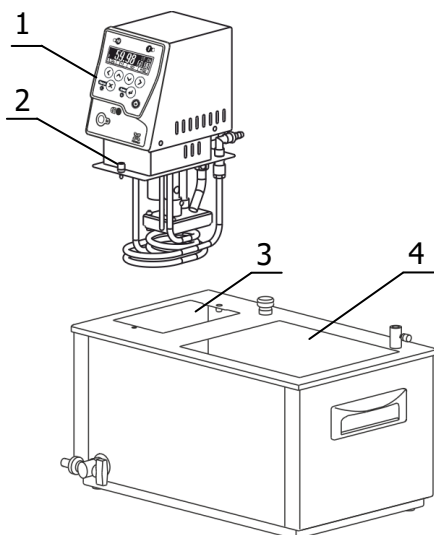

Рисунок 3 — Установка блока регулирования
2.2.3 Установить блок регулирования температуры 1 (рисунок 3) в отверстие в крышке термостата 3. После установки закрепить блок регулирования винтовыми фиксаторами 2.
2.2.4 Заполнить внутреннюю ванну термостата теплоносителем через отверстие над рабочей зоной 4 (рисунок 3). Температурный диапазон применения теплоносителя должен соответствовать значениям, указанным в 1.2.1. Уровень теплоносителя в ванне поддерживать таким, чтобы при погружении извлекаемой ванны теплоноситель не переливался через край крышки термостата. Излишки теплоносителя слить с помощью крана для слива теплоносителя 6 (рисунок 1).